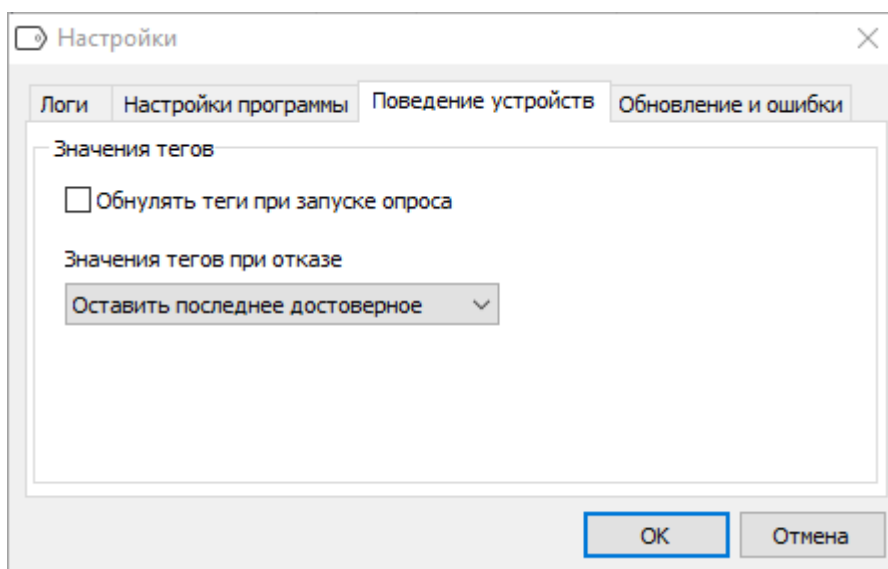

Рис. 33.3 Группа настроек «Поведение устройства»
3. «Поведение устройств», рис. 33.3. В этой группе определяется поведение устройств при запуске опроса или при отказе.